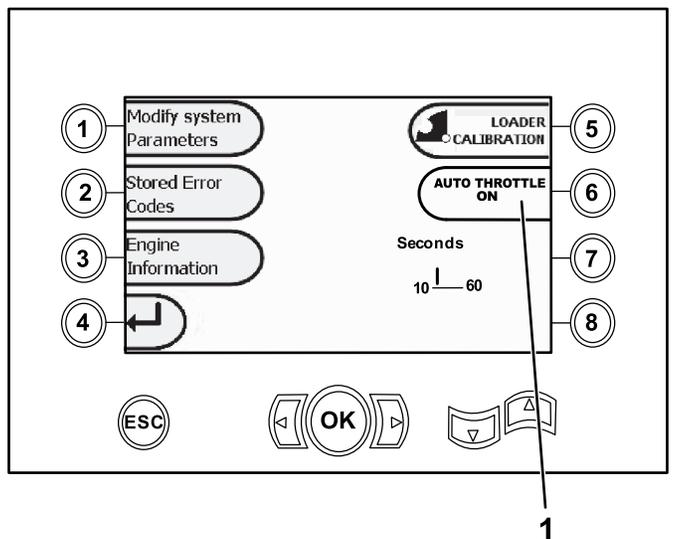
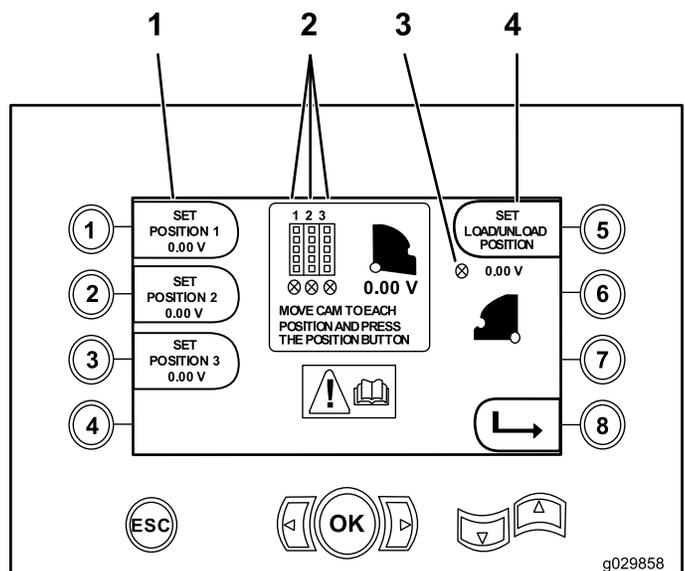

Рисунок 18
Рисунок 26
Только в версиях программного обеспечения К и выше: используйте эту страницу для калибровки кулачков загрузчика (Рисунок 18), как описано в разделе Рисунок 26.
Только в версиях программного обеспечения V и выше: используйте этот экран для управления функцией автоматической частоты вращения (Auto Throttle) (Рисунок 18).
Чтобы перейти на эту страницу, нажмите кнопку 1 на Страница диагностики и обновления \(страница 8\) для выбора пункта "Modify System Parameters" («Изменение параметров системы») (Рисунок 18).
- Кнопка 1 – установка положения 1 (Рисунок 26)
- Кнопка 2 – установка положения 2 (Рисунок 26)
- Кнопка 3 – установка положения 3 (Рисунок 26)
Чтобы установить положение загрузки или разгрузки, нажмите кнопку 5 (Рисунок 26).